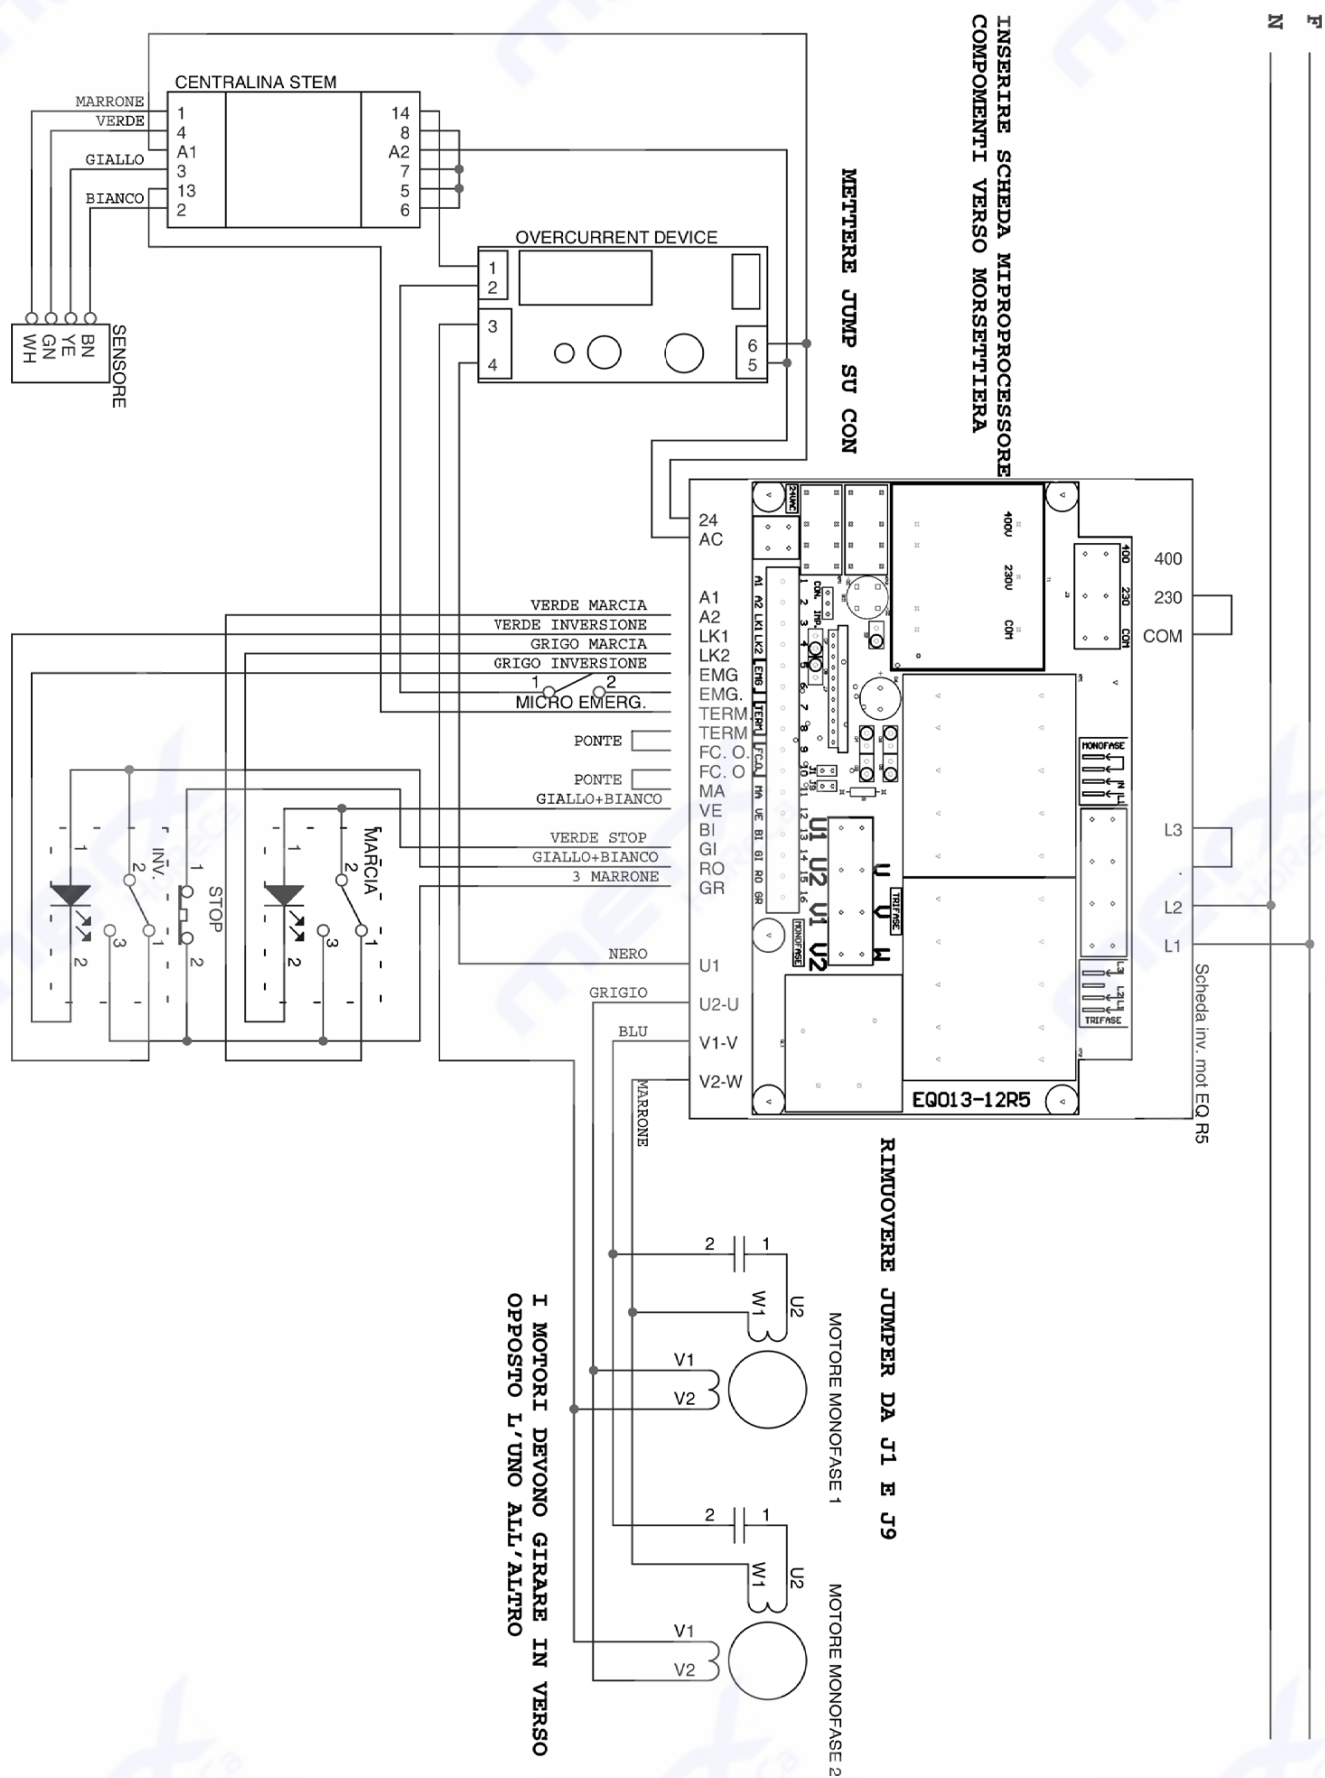

Рис. 2.4.2
2.4.2 - Schema di collegamento per alimentazione monofase 230V (Fig. 2.4.2)